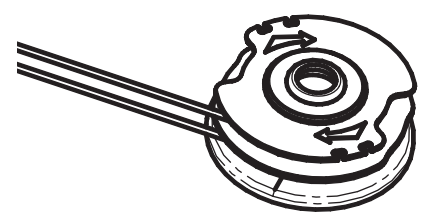

Fig. 17
- Enroulez la ligne sur la bobine en tournant la bobine dans le sens des aiguilles d'une montre (Fig. 17). La ligne devrait s'enrouler bien serrée autour de la bobine. Ne tordez et ne croisez pas la ligne. Enroulez la ligne jusqu'à ce qu'il en reste environ 10,2 cm (4 po).